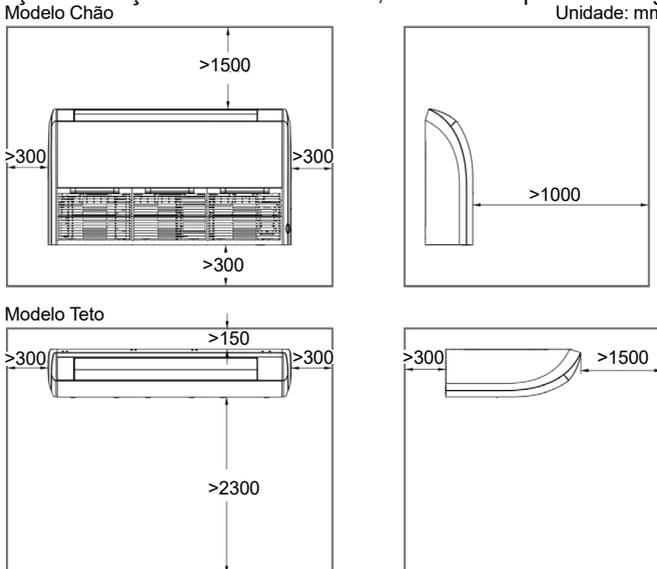

fig 2
- (1). Instale a unidade num local forte o suficiente para suportar o peso da unidade.
- (2). A entrada e a saída de ar da unidade nunca devem estar obstruídas para que o fluxo de ar possa atingir todos os cantos da sala.
- (3). Deixe espaço de serviço em torno da unidade, conforme requerido na Fig. 2